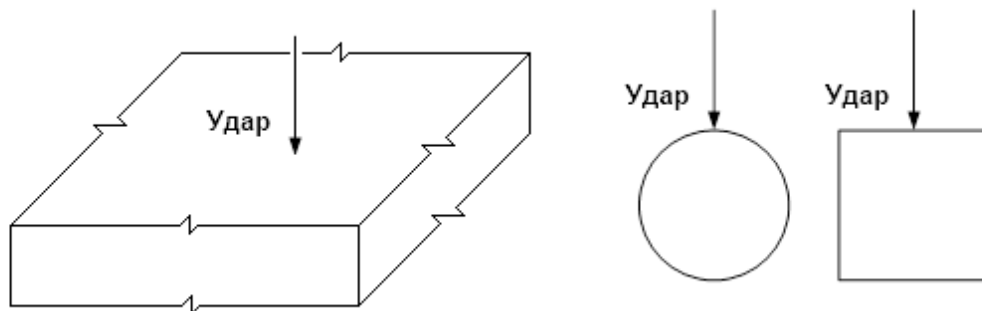

Рисунок 5 – Испытание на эхо-воздействие условно неограниченной плиты, объекта круглого или квадратного сечения
- строка выбора геометрии сечения исследуемого объекта: цилиндр, квадрат (рис. 5), плита /асфальт или объект, имеющий контрольный образец с известной толщиной (при этом каждой выбранной форме сечения соответствует свой коэффициент формы, используемый приложением при вычислениях);